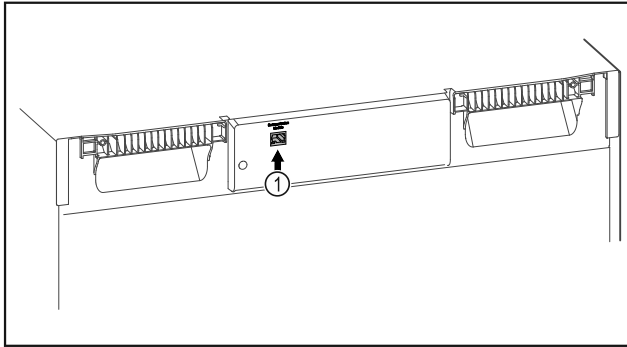

Fig. 72
- Je používán SmartModule Fig. 72 (1).